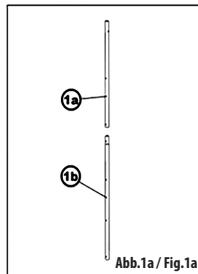
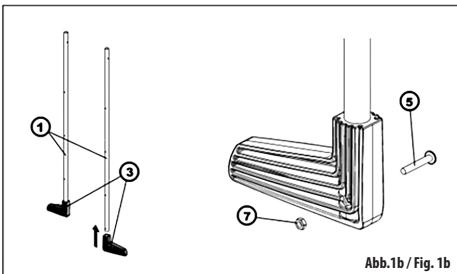

Abb.1a / Fig.1a
Abb.1b / Fig. 1b
Die unteren Füße (3) schieben Sie auf das richtige Ende (gemäß Öffnungen) der hinteren Holme (1). Sichernen Sie diese mit entsprechenden Schrauben (5) und Muttern (7) (**Abb. 1b**). Bei geteilter Leiter für Pools 1,20 m verbinden Sie die oberen (1a) und unteren (1b) Holme (**Abb. 1a**).